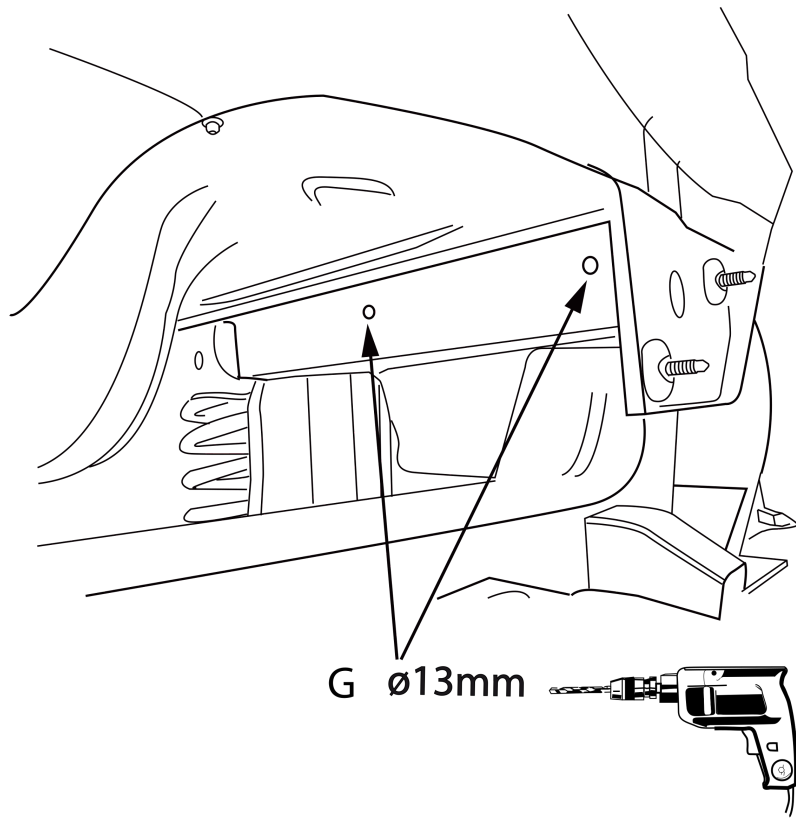

Fig. 4
4. Просверлить отверстия G. на нижней стороне шасси диаметром 13. мм. См. рисунок 4.